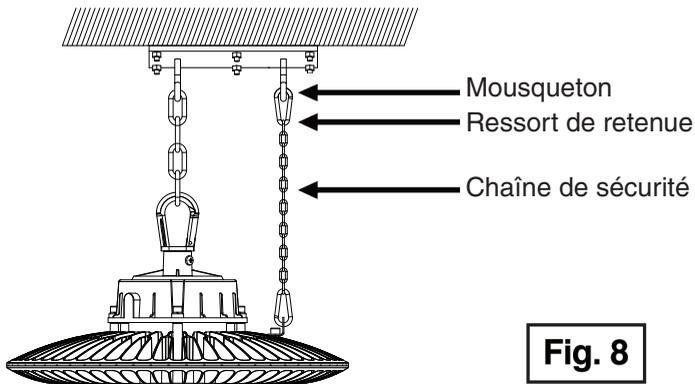

Fig. 8
1. Utilisez le ressort de retenue sur le clip au bout du câble de sécurité pour l'attacher à un élément structural. Voir **Figure 8**